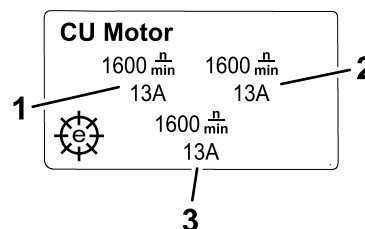

Figure 22
- **Écran d'information moteur UC (Figure 22)** : indique la vitesse et le courant du moteur de chaque unité de coupe.